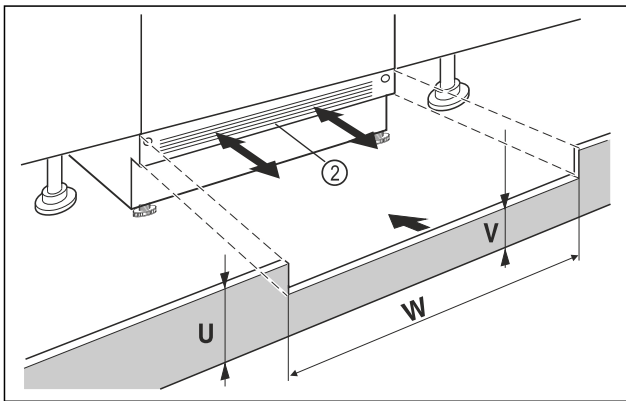

Fig. 13 Beispielhafte Darstellung
- ▶ Gerätesockelblende Fig. 13 (2) aufsetzen aber noch nicht fixieren.
- ▶ Bei sichtbarer Sockelblende Fig. 13 (2), diese so weit nach vorn ziehen, dass Vorderkante Lüftungsgitter und Möbelsockelblende eine Ebene bilden.
- ▶ Bei verdeckter Sockelblende Fig. 13 (2), diese ganz nach hinten schieben.
- ▶ Auf komplett freie Lüftungsschlitze achten: Bei Bedarf Höhe der Möbelsockelblende Fig. 13 (U) zuschneiden!
- ▶ Entlang der Nischenbreite Fig. 13 (W) die Steghöhe Fig. 13 (V) unter der Gerätesockelblende Fig. 13 (2) einpassen.